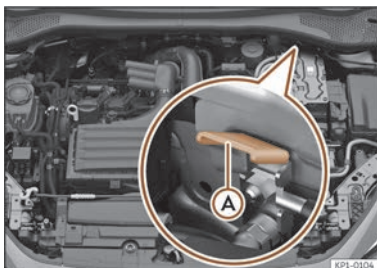

Fig. 208 În compartimentul motor: priză pentru pornirea asistată (punct de împământare).
Priza pentru pornirea asistată (punct de împământare) se utilizează la conectarea cablului negru pentru pornirea asistată >>> **fig. 208 (A)**.